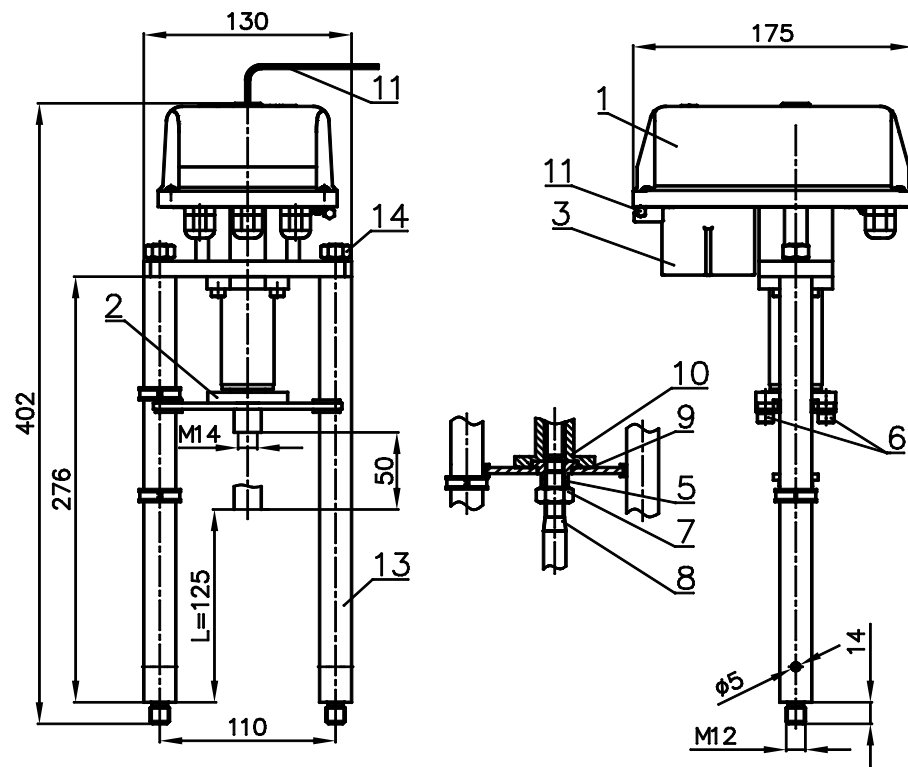

Рисунок 1 - Электропривод ВЭП-115М-4000
- электропривод (рисунок 1 – позиция 1);
- винтовая передача (рисунок 1 – позиция 2).